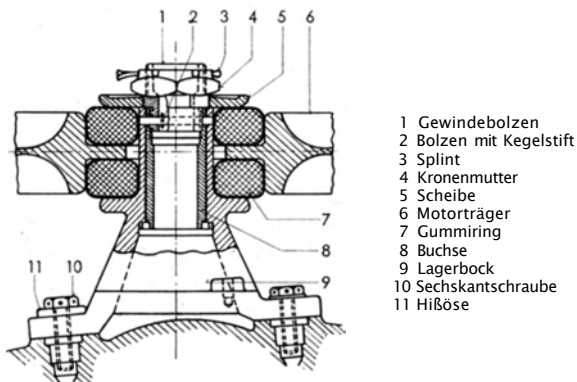

Abb. 2 Lagerung am Motor
Um auftretende Triebwerksschwingungen vom Rumpfwerk fernzuhalten, sind die Lagerungen (Abb. 1) (1, 4) des Triebwerkes am Motorträger (3) in je zwei Gummiringen elastisch gelagert (siehe Schnittbild Abb. 2). Diese Lagerungen (Abb. 2) sind am Triebwerk in Lagerböcken 19 eingebaut. Jeder Lagerbock ist mit je vier Sechskantschrauben (10) befestigt. Zum Anheben des Triebwerkes mit Triebwerksgerüst sind an den Lagerungen Hißösen (2) (Abb. 1) mit verschraubt.